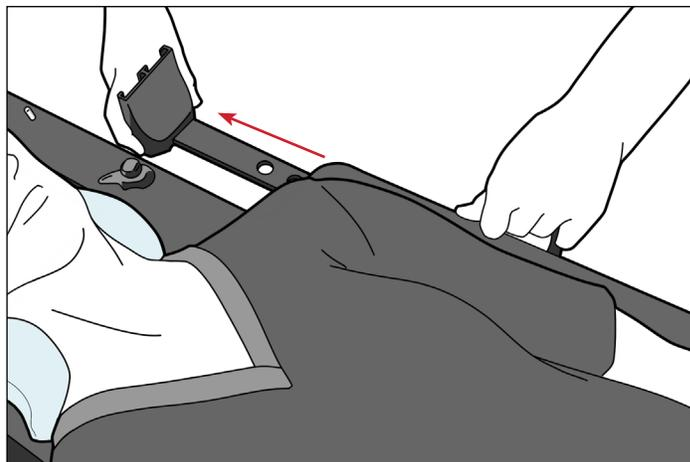

Abb. 6
2. Ziehen Sie das Shoulder-Loc™ nach außen, um den Patienten freizugeben (Abb. 6).